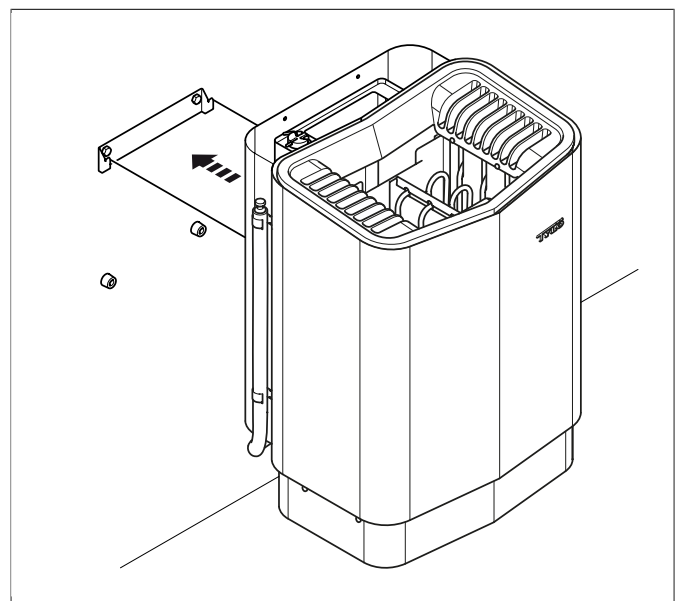

Abb. 11: Aufhängen des Ofens
9. Hängen Sie den Ofen an der Halterung auf, siehe **Abb. 11**, Seite 5.